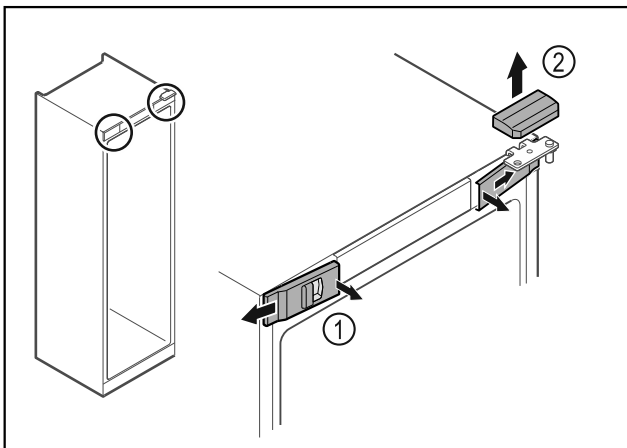

Fig. 12
- Odistite zvnútra predné kryty Fig. 12 (1) a odoberte ich do strany.
- Odoberte horný kryt Fig. 12 (2) nahor.